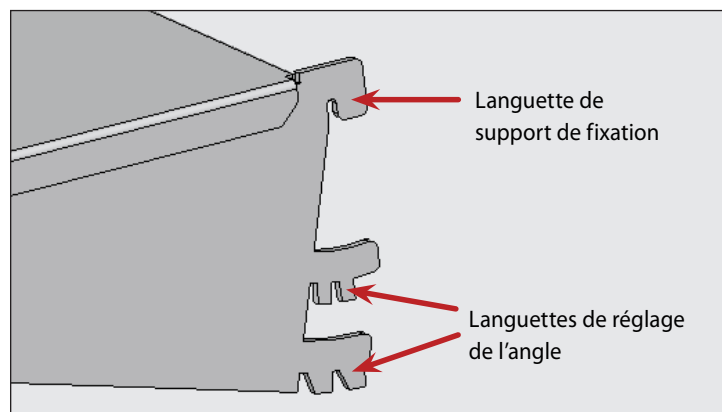

Fig. 2. Identification de la languette de l'étagère en porte-à-faux.
2. Soulevez l'avant de l'étagère et accrochez la languette de support de fixation de l'étagère dans les fentes de l'installation standard des étagères. Voir fig. 2 et 3.